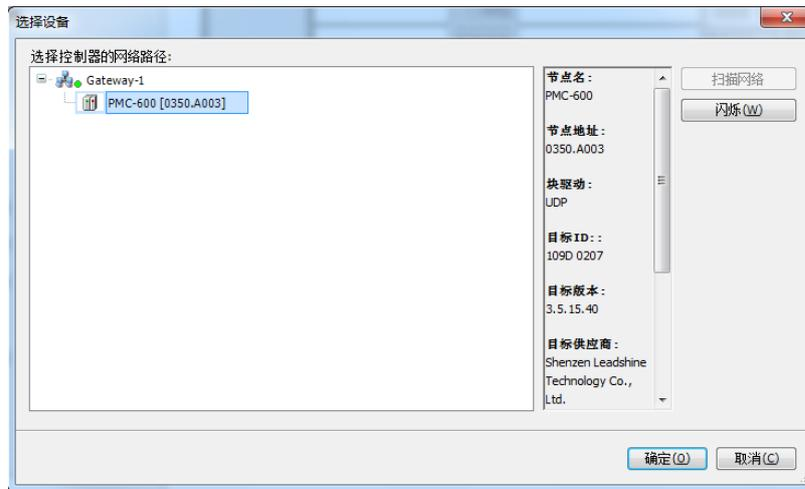

图 3.10 扫描网络
(2) 扫描网络：可以通过“扫描网络”搜索在同一网段内的 PLC, 找到后单击确定，如图 3.10 所示的 PLC 设备名为“PMC-600”。